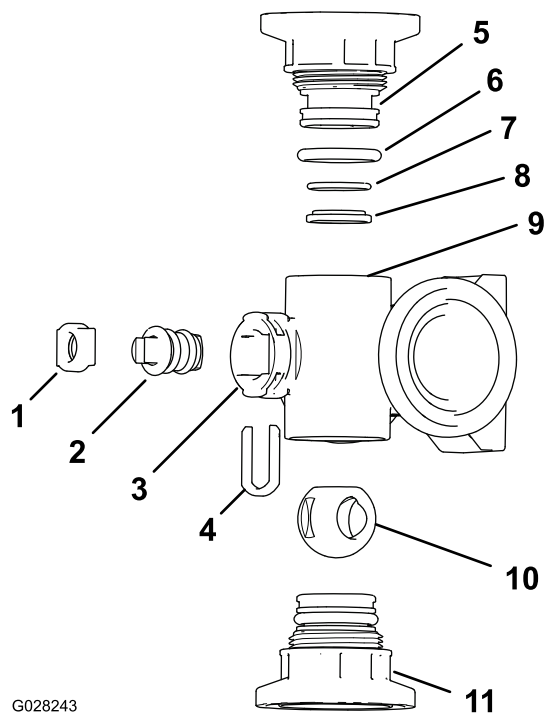
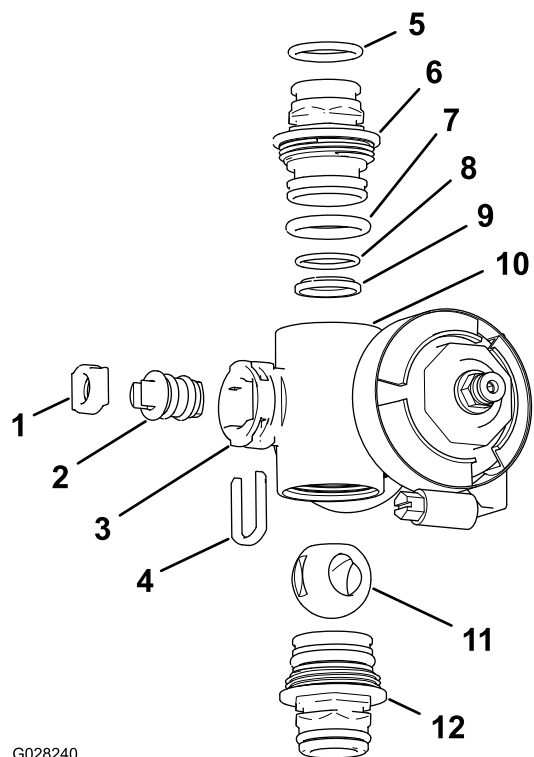

Bild 98
Bild 99
2. Nehmen Sie das Anschlussstück mit den zwei Endkappen von jedem Ende des Verteilergehäuses ab (**Bild 98** und **Bild 99**).
4. Nehmen Sie den Schafthalter aus den Schlitzen im Schaftanschluss im Verteiler heraus (Bild 98 und Bild 99).
5. Nehmen Sie den Schafthalter und den Ventilschaftsockel aus dem Verteiler heraus (Bild 98 und Bild 99).
6. Fassen Sie in das Verteilergehäuse und nehmen Sie den Ventilschaft heraus (Bild 98 und Bild 99).
1. Überprüfen Sie den Zustand der O-Ringe des Auslaufanschlusstücks (nur Abschnittventilverteiler), der Endkappen-O-Ringe, der hinteren O-Ringe und den Kugelsockel auf Beschädigungen oder Abnutzung (Bild 98 und Bild 99).
2. Fetten Sie den Ventilschaft ein und setzen ihn in den Ventilschaftsockel (Bild 98 und Bild 99) ein.
3. Setzen Sie den Ventilschaft und den Sockel in den Verteiler und befestigen Sie den Schaft und den Sockel mit dem Schafthalter (Bild 98 und Bild 99).
4. Stellen Sie sicher, dass die hinteren O-Ringe und der Kugelsockel ausgefluchtet sind und im Endkappen-Anschlusstück sitzen (Bild 98 und Bild 99).
5. Bringen Sie das Endkappen-Anschlusstück am Verteilergehäuse an, bis der Flansch des Endkappen-Anschlusstücks das Verteilergehäuse berührt (Bild 98 und Bild 99), drehen Sie das Endkappen-Anschlusstück dann um eine weitere Achtel- oder Viertelumdrehung.